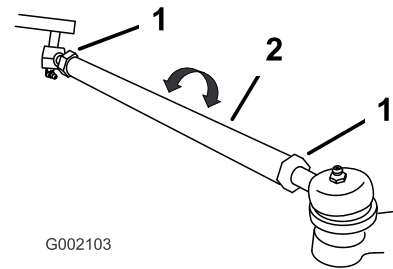

Bild 44
7. Wenn der Wert nicht zwischen 0-6 mm liegt, lösen Sie die Klemmmuttern an beiden Enden der Spurstange (Bild 44).